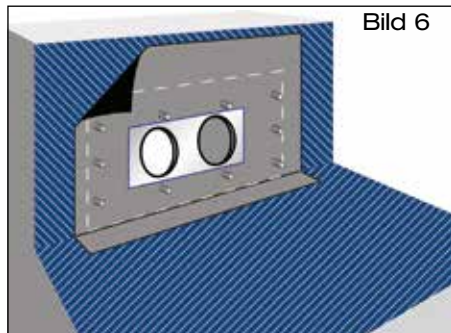

Bild 6
- 1.6 Bei bituminösen Dampfsperren sind Decke und Wand mit Bitumen-Voranstrich zu versehen (Bild 6). Hochpolymere Dampfsperren sind gemäß der Verlegevorschriften des Folienherstellers auf dem Untergrund zu fixieren.